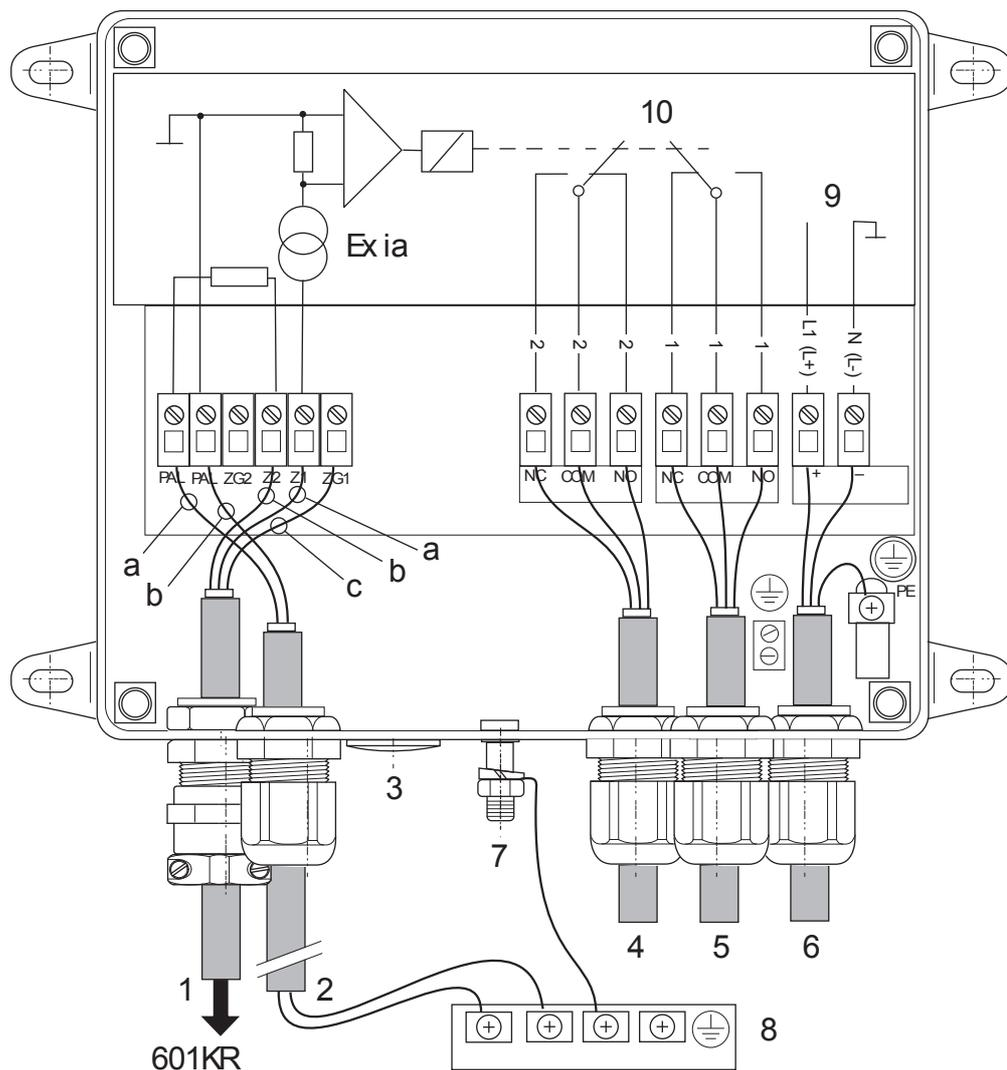
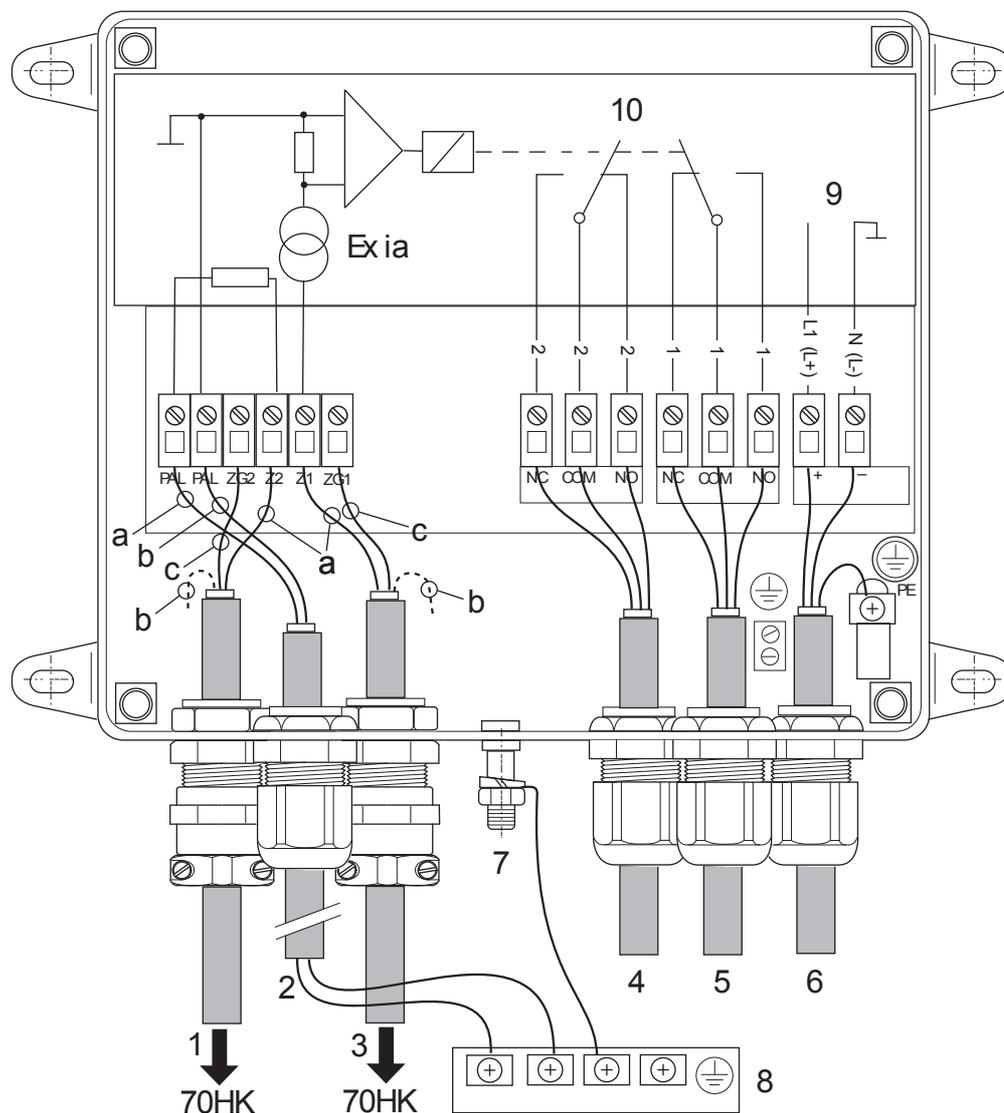

Fig. 4:
Fig. 5:
- L'appareil doit être raccordé à la compensation de potentiel par le biais du raccord de terre externe (7, Fig. 4 / Fig. 5). Par ailleurs, la borne de terre située à l'intérieur de l'appareil doit être raccordée à un conducteur de protection ou à un conducteur de compensation de potentiel (voir chapitre 3.1.3 "Connexion électrique", page 14).
- Les circuits électriques à sécurité intrinsèque doivent être séparés des circuits ne présentant pas cette caractéristique (passage de câbles individuel). Le croisement de câbles à sécurité intrinsèque et de câbles n'ayant pas cette caractéristique est interdit. Une liaison équipotentielle (PA) est à réaliser de long du déroulement entier du circuit électrique de mesure (voir chapitre 3.1.3 "Connexion électrique", page 14, chapitre 3.2.2 "Connexion électrique", page 20).
L'appareil doit être raccordé à la compensation de potentiel par le biais du raccord de terre externe (7, Fig. 4 / Fig. 5). Par ailleurs, la borne de terre située à l'intérieur de l'appareil doit être raccordée à un conducteur de protection ou à un conducteur de compensation de potentiel.
Du côté droit se trouvent les bornes de connexion de la tension d'alimentation, qui ne sont pas à sécurité intrinsèque, ainsi que les contacts de signalisation (Fig. 4 / Fig. 5).
Le câble de raccordement du contacteur de terre entre par le passe-câble à vis à protection contre les pliures (1, Fig. 4 / Fig. 5). Les appareils destinés à une mise à la terre BIG-BAG disposent de deux contacteurs et la deuxième ligne entre par un autre passe-câble à vis à protection contre les pliures (3, Fig. 5).
Un câble à deux brins destiné à relier le circuit de mise à la terre à la liaison de compensation de potentiel PAL passe par l'entrée de câble (2, Fig. 4 / Fig. 5) dans le compartiment de branchement. Le passage double garantit que même les coupures vers la ligne de compensation de potentiel PAL soient détectées.
Les deux lignes PAL appartiennent au circuit à sécurité intrinsèque ; voir entrée de câble 2, Fig. 4 / Fig. 5 . Les bornes sur la Terrabox TCB030 sont aussi marquées en tant que bornes à sécurité intrinsèque (en bleu). **Il ne s'agit pas** de connexions à la terre de protection. Les lignes **ne doivent pas** être de type vert/jaune. La connexion PAL peut être réalisée avec un câble sous gaine à 2 brins ; les couleurs des brins ne sont pas prescrites, ce qui signifie que toutes les couleurs, hormis vert/jaune, sont autorisées.
Les câbles des lignes de signalisation passent par les entrées de câble (4 et 5, Fig. 4 / Fig. 5), le câble de la tension d'alimentation par l'entrée (6, Fig. 4 / Fig. 5).
Les entrées (2, 4, 5, Fig. 4 / Fig. 5) sont fermées à la livraison. Les entrées non utilisées doivent rester fermées.